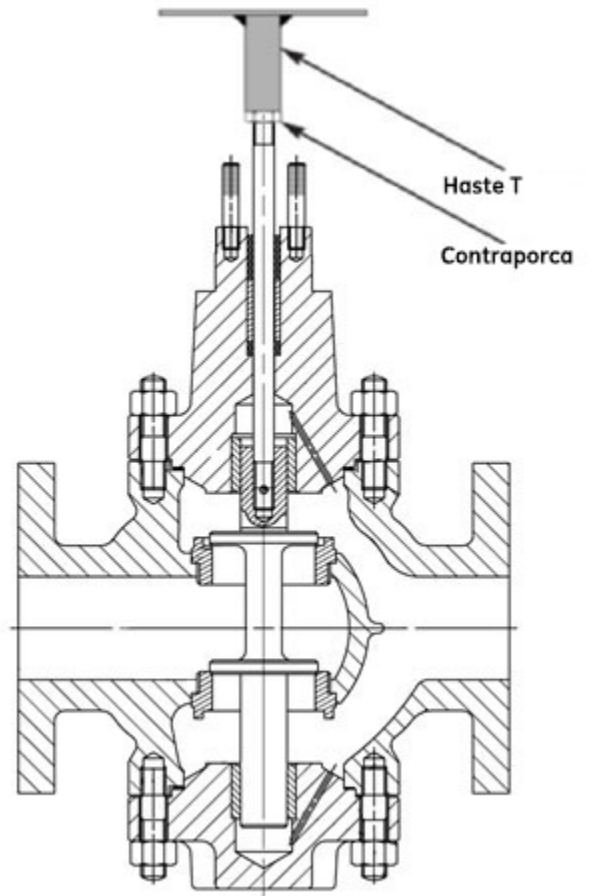

Figura 3: Dispositivo de polimento de sede
7. Insira duas ou três peças de gaxeta (16) na caixa da gaxeta para ajudar enquanto estiver guiando a haste e o obturador durante o polimento.
8. Parafuse uma vara perfurada com uma alavanca em T sobre o a haste do obturador e prenda com uma contraporca (ver Figura 3).
**OBSERVAÇÃO:** O obturador deve ser elevado e girado 90° sempre antes da Etapa (9) ser repetida. Esta elevação intermitente é necessária para manter o obturador e anéis da sede concêntricos durante o polimento.